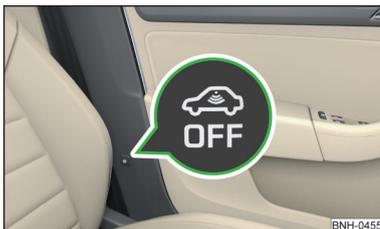

Fig. 35
- Presionar la tecla  en la columna central del lado del conductor » fig. 35, en la tecla ilumina la señal .